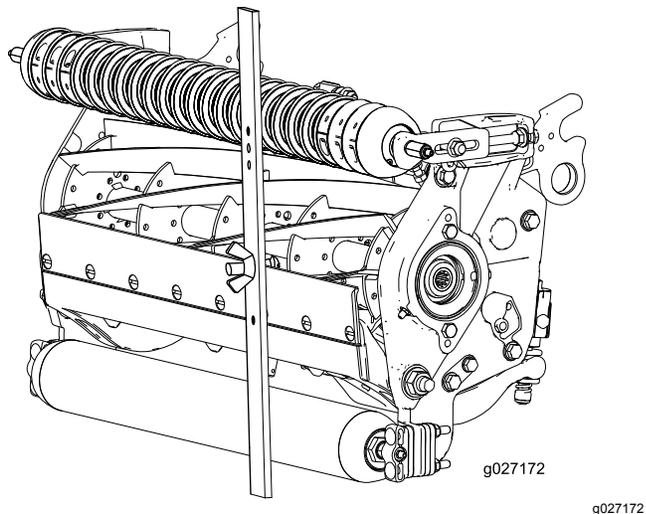

Figura 17
4. Agganciate la testa della vite sul tagliante della controlama e appoggiate l'estremità posteriore della barra sul rullo posteriore (**Figura 17**).
5. Ruotate la vite di regolazione finché il rullo anteriore non toccherà la barra di riferimento (**Figura 17**).